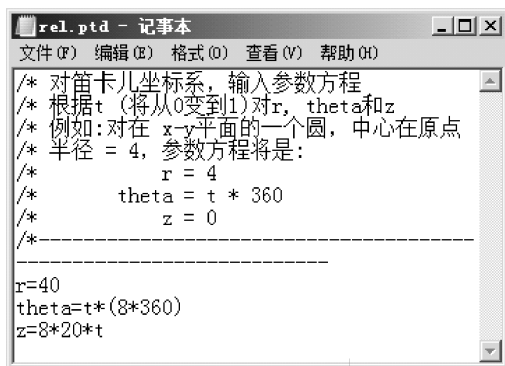

图 5-38 编辑参数方程
(1) 创建新文件“lit5-5. prt”。
(2) 单击【基准】工具栏中的【曲线】按钮，弹出【曲线选项】菜单管理器，从中选择【从方程】|【完成】选项。
(3) 在【得到坐标系】菜单中选择【选取】选项，在图形区选择“PRT_CSYS_DEF”坐标系。
(4) 在【设置坐标类型】菜单中选择【圆柱】选项。
(5) 在弹出的“rel. ptd”记事本中输入参数方程，如图 5-38 所示。在记事本中选择菜单栏中的【文件】|【保存】选项，关闭记事本窗口。